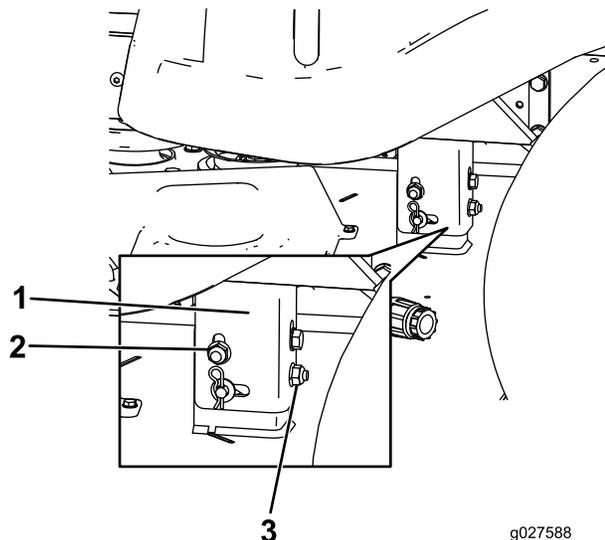

Figura 60
8. Eleve o baje el lado izquierdo de la carcasa de corte girando la tuerca trasera (Figura 60).
Nota: Gire la tuerca trasera en sentido horario para elevar la carcasa de corte; gire la tuerca trasera en sentido antihorario para bajar la carcasa de corte (Figura 60).